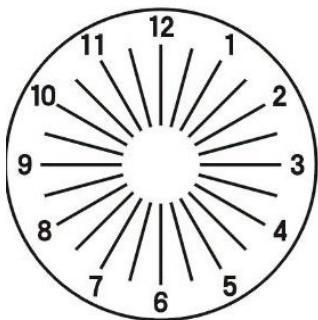

Figura 32
(4) Gire la perilla de la lente cilíndrica ②⑦ para cambiar el valor C,  $.00 \rightarrow .25 \rightarrow .50$  para que todas las líneas se vean por igual. Cuando se cambia a -0.50, el gráfico es como se muestra en la figura 32.
(5) Cambie S en pasos de 0.25D girando el dial de potencia esférica débil ②③ de modo que la agudeza visual pasa a ser de 1.2 a 1.5. Registre el valor modificado de la agudeza visual.